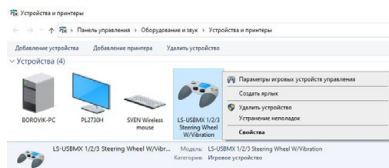
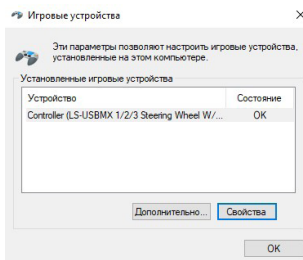
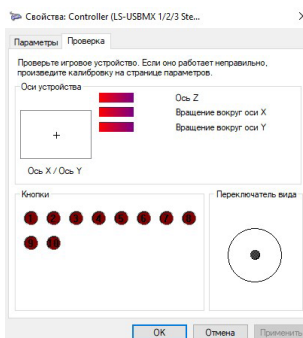

Рис. 4.
Рис. 8.
Рис. 9.
• По умолчанию руль автоматически включает режим X-Input, аналоговый режим - красный индикатор светится постоянно. Нажмите и удерживайте кнопку «MODE», красный индикатор мигнет 3 раза, руль переключится в режим D-INPUT. Переключение между аналоговым и цифровым режимом, происходит по короткому нажатию кнопки «MODE», красный индикатор горит в аналоговом режиме и гаснет в цифровом. Для проверки руля войдите в тестовый интерфейс, при необходимости выполните проверку клавиши и осей. Зайдите в меню «панель управления», далее щелкните по значку «устройства и принтеры», в открывшемся окне выберите ярлык «LS-USBMX 1/2/3 Steering Wheel W/Vibration» (рис. 4), правой кнопкой мыши выберите «Параметры игровых устройств управления».
• Для проверки руля зайдите в меню «панель управления», далее щелкните по значку «устройства и принтеры», в открывшемся окне выберите ярлык «LS-USBMX 1/2/3 Steering Wheel W/Vibration», правой кнопкой мыши выберите «Параметры игровых устройств управления» (см. рис. 4). В открывшемся окне «Игровые устройства» нажмите кнопку «Свойства» (см. рис. 8), откроется окно для проверки рулевого колеса и кнопок (см. рис. 9).